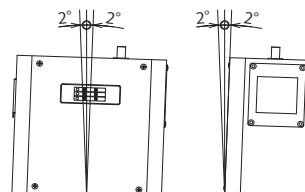

図3
- 前後左右とも傾きがないよう(±2°以下)に、水準器などで確認してください。(図 3)